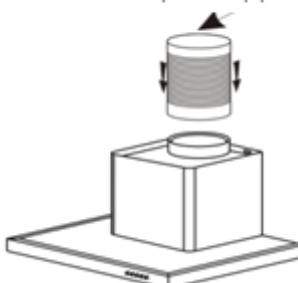

fig. 3
- Fixez la gaine extensible d'évacuation (non fournie) sur la sortie moteur sans gêner le mouvement du clapet anti-retour (fig. 3).
- Raccordez la gaine à la sortie de l'air vers l'extérieur. (fig. 3).